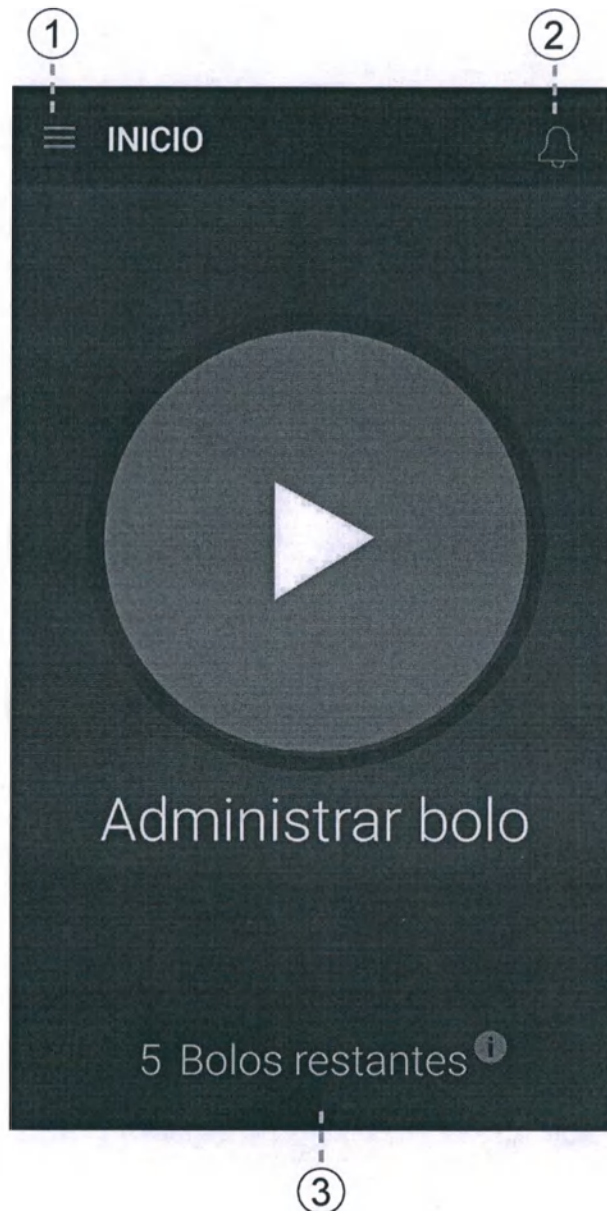

Figura 3: Pantalla INICIO con Administrar bolo
4. En la pantalla **INICIO** (Figura 3), pulse **Administrar bolo** .
Puede ver los mensajes de alerta recuperados de la bomba mediante el botón de alerta  situado en la esquina superior derecha de la pantalla de la aplicación myPTM (Figura 3). Lea el mensaje de alerta y siga las instrucciones. El color del número situado junto al botón de alerta () y el título del mensaje de alerta indican el tipo de alerta, tal y como se detalla en la Tabla 3. Póngase en contacto con su profesional sanitario si tiene alguna pregunta sobre las alertas.